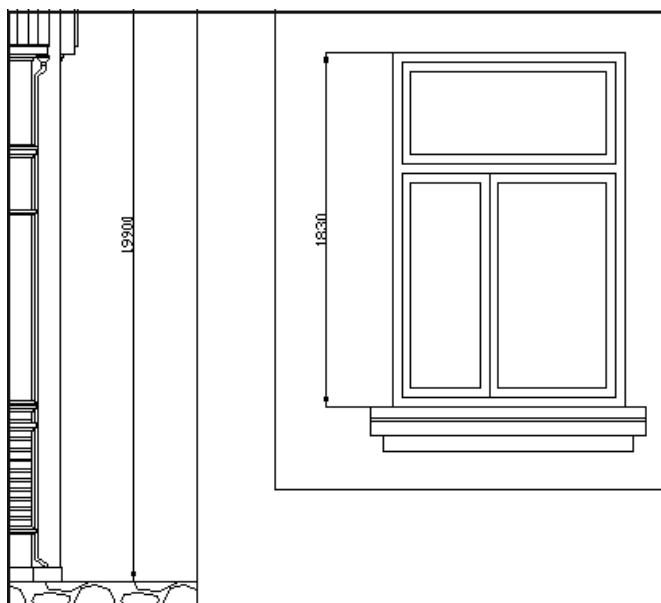

Рис. 23.11. Масштабируемые линейные размеры в созданных видовых экранах
13. Нанесите масштабируемые размеры (рис. 23.11), текст и другие пояснения, установите и зафиксируйте масштаб в созданных видовых экранах (см. главу 21).